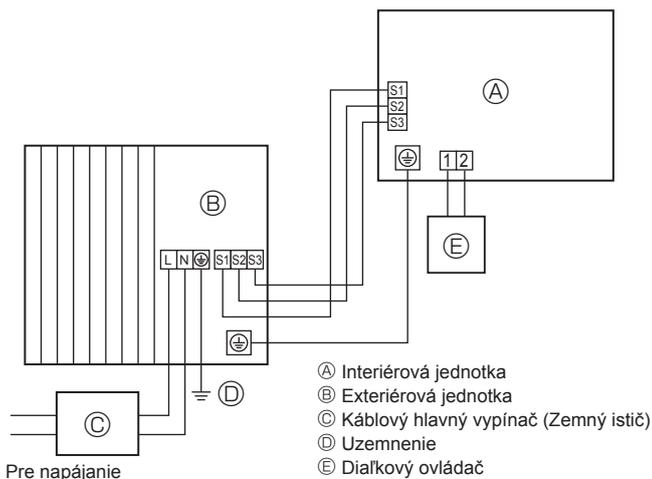
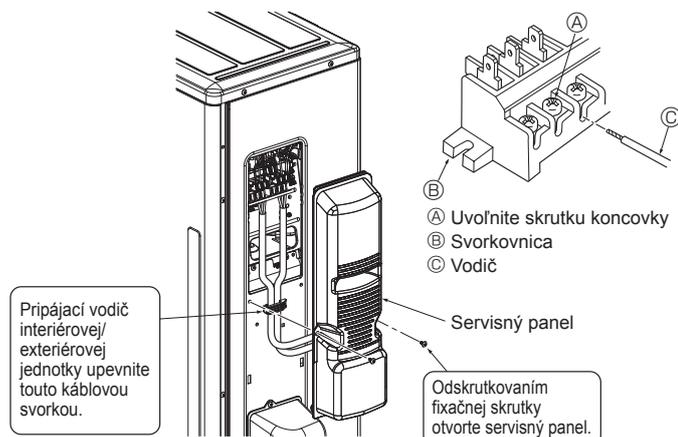
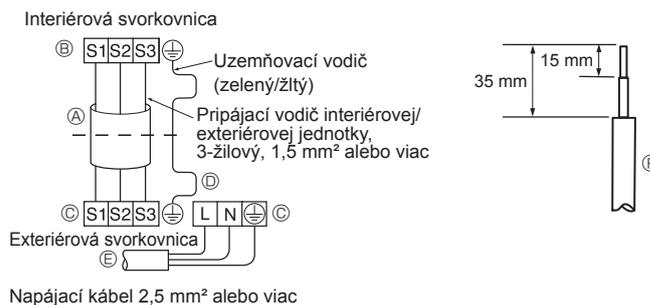

Fig. 6-1
Fig. 6-3
Fig. 6-2
### 6.1. Exteriérová jednotka (Fig. 6-1, Fig. 6-2, Fig. 6-3)
- ① Zložte servisný panel.
- ② Zapojte káble podľa Fig. 6-1, Fig. 6-2 a Fig. 6-3.
- Vykonaťe zapojenie podľa obrázka vľavo dole. (Káble si zabezpečte lokálne.) (Fig. 6-2)